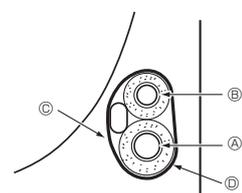

Fig. 4-4
4.4.1. Opbevaring i enhedens rørføringsområde (Fig. 4-4)